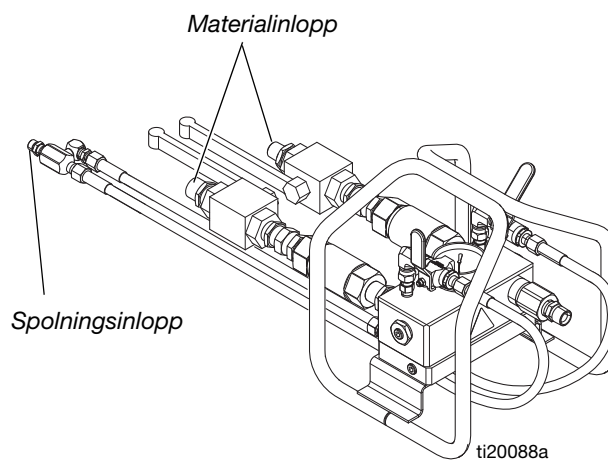

FIG. 23
2. **System 262869, 262898 och 262943:** Anslut 3/4 tum A- och 1/2 tum B-slangarna till kulventilerna för materialinloppet på blandningsgrenröret. Se FIG. 23.
System 24W626 och 262945: Byt inloppsnippel på B-sidan och anslut 3/4 tum A- och 3/4 tum B-slangarna till materialinloppets kulventiler på blandningsgrenröret. Färgkodade materialslangar (grön och blå) med respektive färgmarkering på blandningsgrenröret. Se FIG. 23.
4. Dra de lila spolslangarna från grenröret under grenrörsvagnen och anslut dem till 1/4 tums spolslangen i slangpaketet. Se FIG. 23.